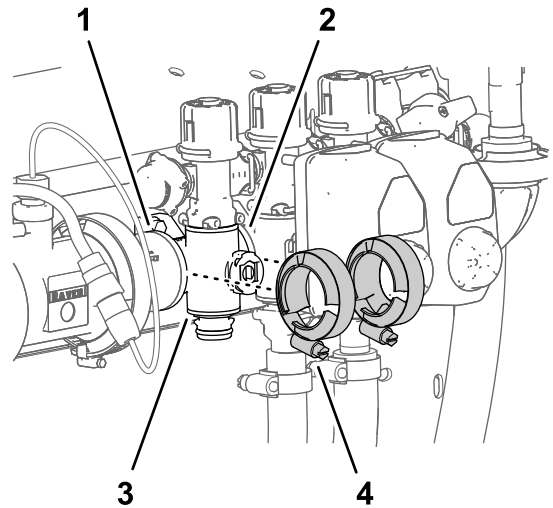

図 117
- 個別boomマニホルドバルブの取り外し (ページ 73)で取り外したフランジクランプを、boomバルブマニホルドのフランジと、もう1つのboomバルブまたはカップリングアダプタのフランジの間に入れる 図 117。
- フランジクランプ2個を手締めする 図 117。